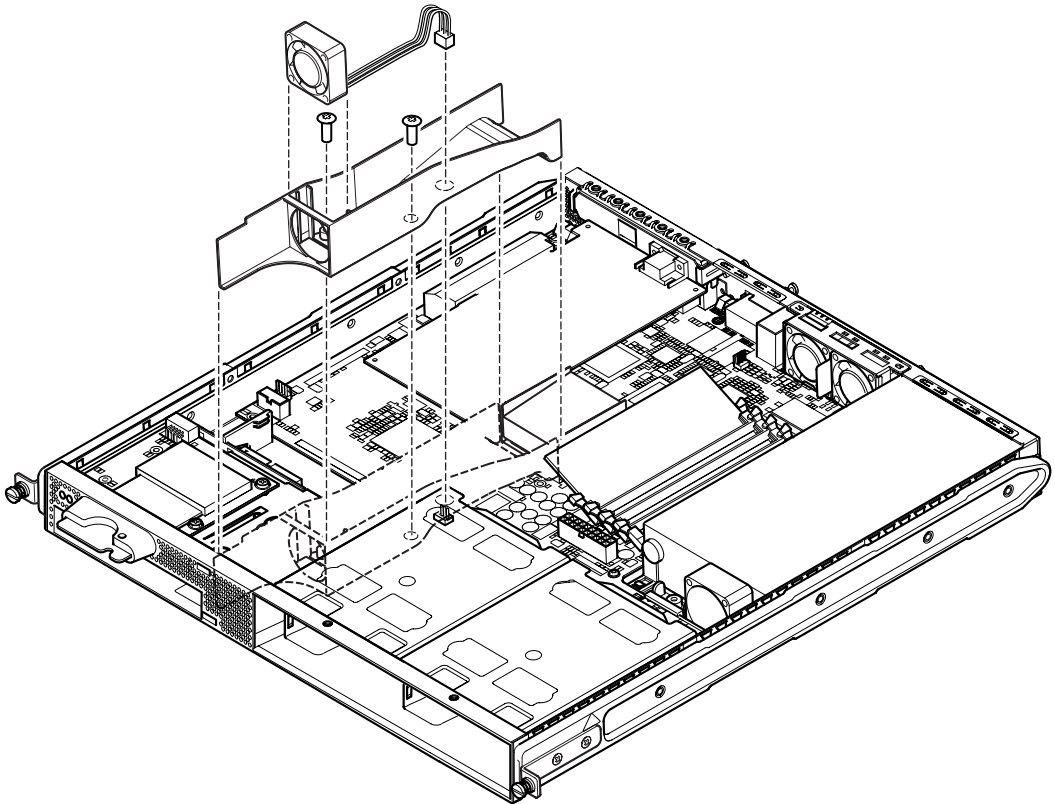

FIGURA 11-8 Reemplazo del montaje del ventilador 3
10. Vuelva a colocar el montaje del ventilador 3 atornillando la unidad de canales en el chasis y conectando el cable de alimentación del ventilador en el conector de la nueva tarjeta del sistema (consulte la FIGURA 11-8).